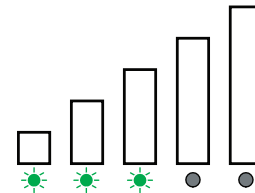

Figure 17
6. Après avoir sélectionné le canal radio, attendre que les voyants à DEL d'intensité du signal cessent d'osciller dans un sens ou dans l'autre. 1 à 5 voyants à DEL verts continus signifie(nt) qu'une connexion a été établie et indiquent l'intensité du signal (Fig. 17).